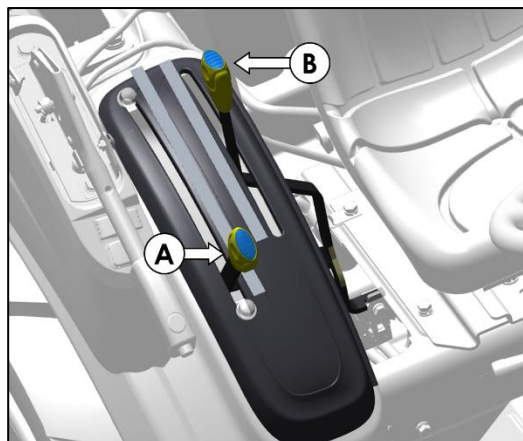

Fig. 115 - LEVIER DE COMMANDE DE L'ATTELAGE TROIS-POINTS
1. Contrôle de la profondeur des outils de travail du sol (Commande automatique de l'effort et de la profondeur, A.D.D.C.) (repère A sur la fig. 115).
2. Contrôle et positionnement des outils au-dessus du sol (Commande de position, P.C.) (repère B sur la fig. 115).
Le quadrant du levier de commande de l'attelage trois-points (A) est situé sur la droite de la console fixée sur l'aile, à portée de main de l'utilisateur (fig. 115). Le levier de commande de position (repère B sur la fig. 115) fonctionne de la manière suivante :